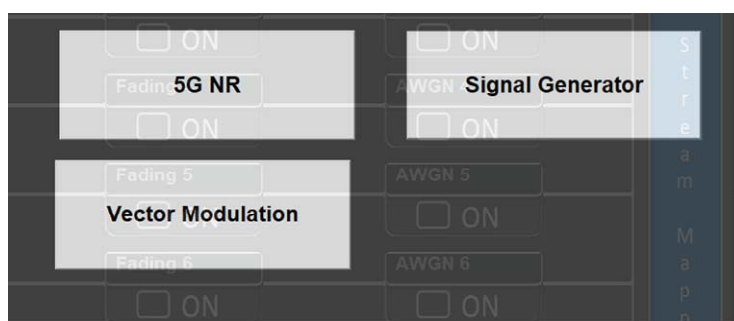

图 4.2 Signal Generator 操作图
- 按【5G NR】、【Mode】，选择 Signal Generator，操作如图 4.2 所示。